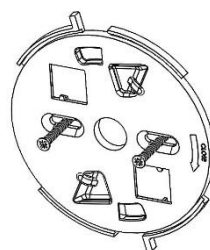

Figura 7
3. Con los orificios de montaje como plantilla, fijar el soporte de montaje a la superficie de montaje (*ver la Figura 7*).